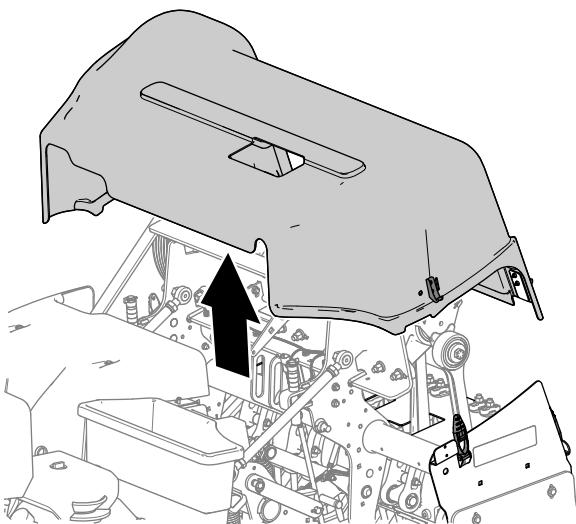

**Figure 139**
4. Déverrouillez le capot de la tête d'aération aux 4 points de verrouillage (Figure 137 et Figure 139).